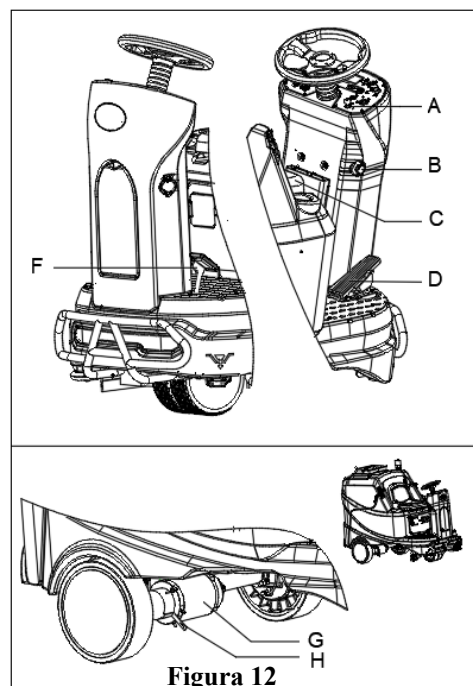

Figura 12
1. Ruotare la chiave di accensione (A Figura 12) su "I", sedersi sul sedile (C).
2. Abbassare il pedale di accelerazione (D) leggermente quindi rilasciarlo per verificare che è possibile manovrare e arrestare la macchina.
3. Per garantire la sicurezza, confermare che la macchina può essere arrestata immediatamente quando si preme il pulsante di emergenza (B). Ruotare il pulsante di emergenza per resettarlo.
4. Abbassare rapidamente il pedale del freno meccanico (F) per verificare se la macchina può essere arrestata immediatamente.
Il freno del motore di trazione viene rilasciato quando il motore funziona normalmente, si blocca quando il motore è spento. In alcuni casi particolari, come durante l'imballaggio/disimballaggio della macchina, un guasto della macchina, ecc., potrebbe essere necessario spingere la macchina. Sul motore di trazione (G Figura 12) spingere verso il basso la maniglia del freno (H Figura 12), il freno della macchina viene rilasciato e la macchina